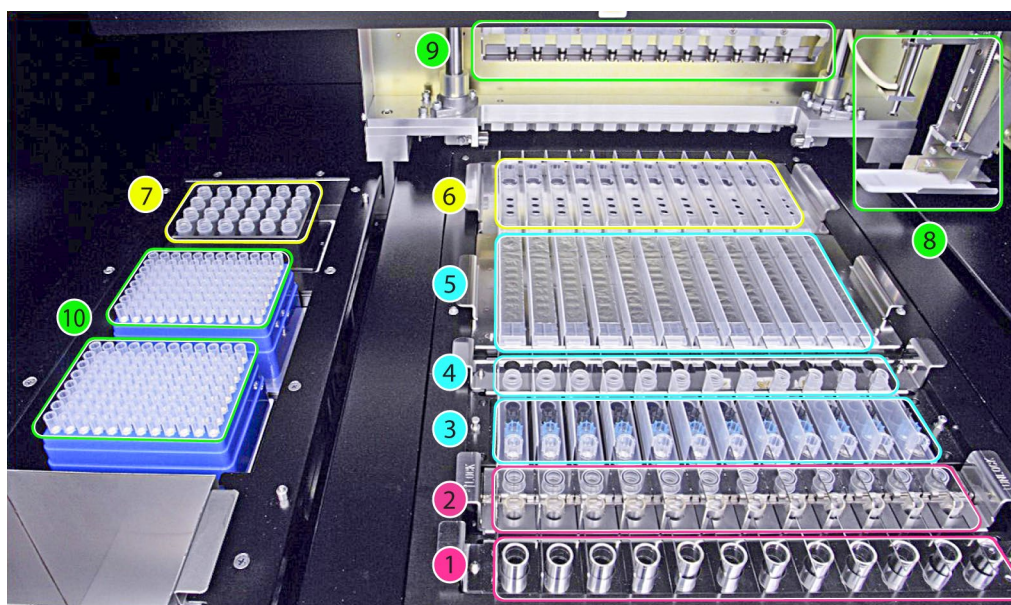

Figura 1: Área de carga del **ELITe InGenius**
La figura 1 muestra una descripción del instrumento **ELITe InGenius**.
La figura 1 muestra lo siguiente: Posición del rack para probetas primarias (1), posición del rack para probetas de ultrasonidos/«Extraction Tubes» (tubos de extracción) y del rack para tapones (2), posición del rack de puntas (3), posición del rack para «Elution tubes» (tubos de elución, probetas extra) (4), posición del rack para cartuchos de extracción (5) y posición del rack para cartuchos de PCR (6), posición del bloque de reactivos para PCR y el Internal Control (administrador de inventarios) (7), posiciones del dispensador de muestras y reactivos (8, 9), y de la caja de residuos (parte interior izquierda) y de las puntas (10).
7. Para confirmar que se colocan suficientes reactivos para el número de pruebas seleccionado en la posición de administrador de inventarios 7 (consulte la figura 1 de la página 12), tal como se indica en la pantalla, haga clic en «Next» (Siguiente).
8. Coloque suficientes racks de puntas en la posición 10 (consulte la figura 1 de la página 12).
10. En la posición 6, coloque los «PCR Cassettes» indicados (consulte la figura 1 de la página 12).
12. En la posición 5, coloque los cartuchos de extracción indicados (consulte la figura 1 de la página 12). Realizar una inspección visual de los cartuchos de extracción para verificar si las microesferas se resuspenden de forma correcta; si no se resuspenden de inmediato, agitarlos energicamente o introducirlos en un vórtex durante unos instantes (ver la sección «Solución de problemas»).
14. En la posición 4, coloque la cantidad de «Elution Tubes» (tubos de elución) indicada (consulte figura 1 de la página 12).
16. En la posición 3, coloque la cantidad de cartuchos de puntas indicada (consulte la figura 1 de la página 12).
18. En la posición 2, coloque la cantidad de probetas de extracción indicada (consulte la figura 1 de la página 12).
20. Cuando se selecciona «Primary Tube» (Probeta primaria) como la posición de la muestra en la pantalla «Perform Run» (Realizar ejecución), en la posición 1 debe colocarse la cantidad de probetas primarias indicada (consulte la figura 1 de la página 11).